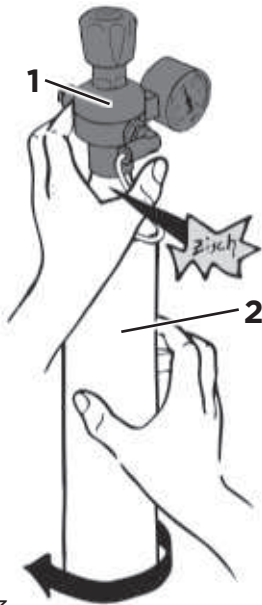

Abb. 23
3. Halten Sie den CO2-Druckminderer mit einer Hand fest (Abb. 23/1) und schrauben Sie den CO2-Zylinder mit der anderen Hand aus dem CO2-Druckminderer heraus.